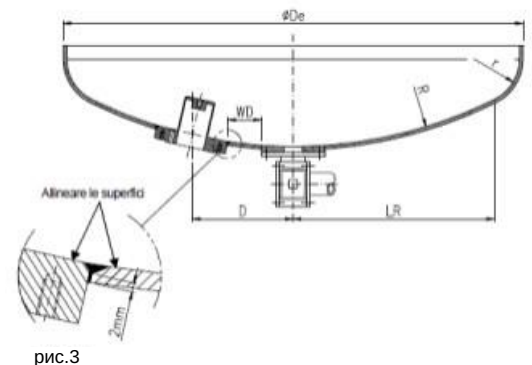

рис.3
Внутренний край емкости должен быть круглым, чтобы угол наклона внутрь составлял 45° (создавая паз для сварки). На внешнем крае отверстия следует оставить прямую часть примерно на 2 мм рис. 3.
- ◆ Вставьте фланец в отверстие емкости, убедившись, что внутренняя поверхность закругленного дна совмещена с внешними краями фланца, см. рис. 3.